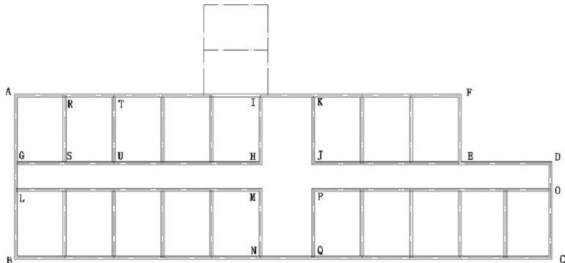

图 2.41 用【多线】命令绘制内墙
(5) 用相同的方法绘制出 TU 等其他剩余的内墙, 结果如图 2.41 所示。